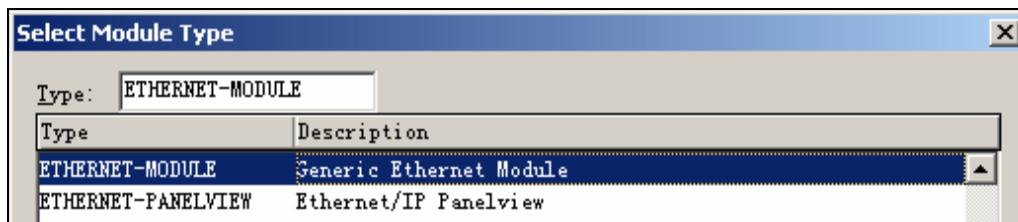

图 3-24 选择 ETHERNET-MODULE 模块
16. 因为 PowerFlex4 变频器通过 22-Comm-E 模块接入 EtherNet/IP 网络，在选择模块类型对话框中，单击选定 ETHERNET-MODULE 通用模块，如图 3-24 所示。